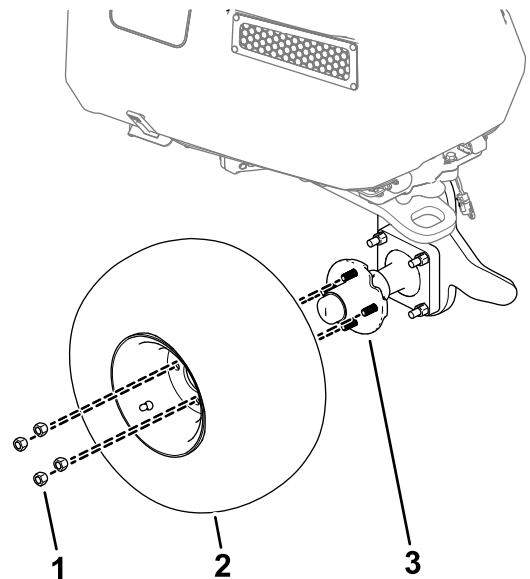

Figura 1
7. Remova as 4 porcas de roda que prendem a roda ao conjunto do cubo da roda, e retire a roda da máquina (Figura 1).